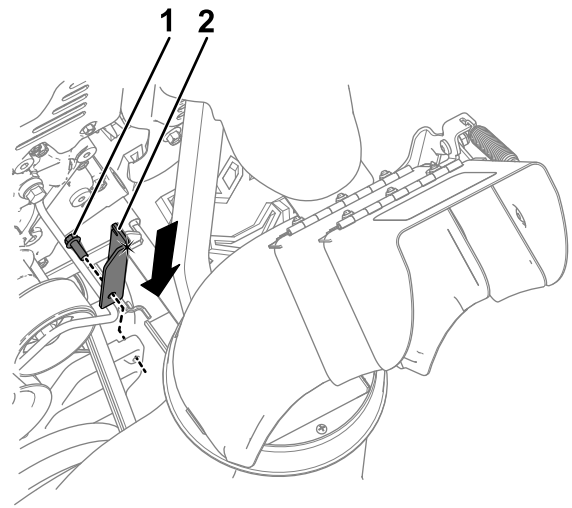

Figura 4
5. Instale la nueva placa de tracción en la placa de la rueda de fricción usando el perno que retiró anteriormente (Figura 4).